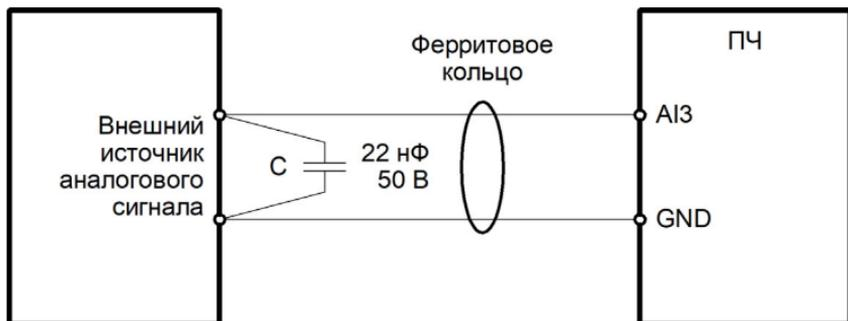

Рисунок 5 – Схема подключения проводов к аналоговому входу (при воздействии сильных помех)
- при сильных помехах использовать ферритовые кольца или фильтрующие конденсаторы (рис.5).